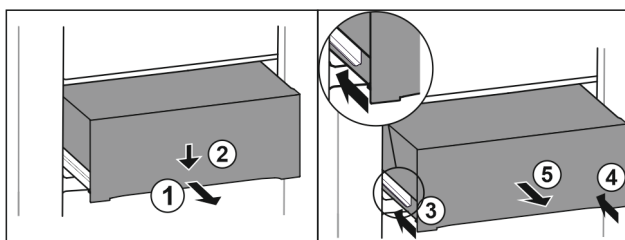

Fig. 105
- Tirer le tiroir jusqu'à mi-chemin. Fig. 105 (1)
- Appuyer sur l'avant du tiroir vers le bas. Fig. 105 (2)
- Insérer le rail gauche d'env. 2 cm. Fig. 105 (3)
- Insérer le rail droit d'env. 2 cm. Fig. 105 (4)
- Retirer le tiroir par l'avant. Fig. 105 (5)